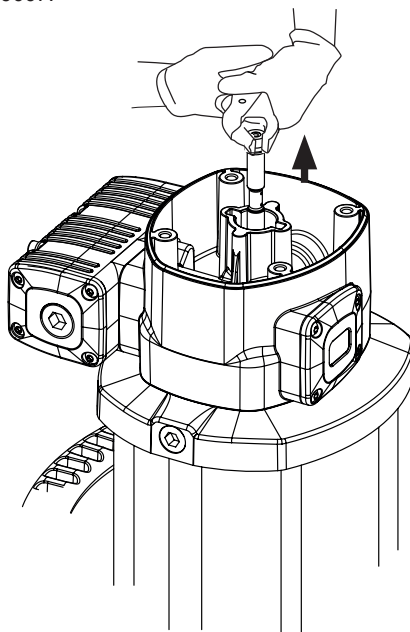

Рис. 7a
1. Отвинтить болты (2) и снять крышку (3).
2. Отвинтить гильзу датчика (4).
3. Зажав щипцами гайку (5), вытянуть шток (39) так, чтобы вышла наружу его центральная расточенная часть (рис. 7a). Затем другими щипцами зажать шток (39) в области расточки для предотвращения повреждения поверхности уплотнения и отвинтить гайку (5) (рис. 7b).
4. Снять уплотнительное кольцо (6) и кольцо (7). При сборке заменить их на новые.
5. Отвинтить болты (56). Снять корпус двигателя (13) с фланцем (36).
6. Снять крышку инвертора (9) и заменить на ней уплотнения (8) и (10).
7. Отвинтить болты (37) и отсоединить мотор (13) от фланца (36). Снять шайбу (32) и заменить уплотнение (8).
8. Аккуратно удерживая пневматический поршень (46), снять цилиндр (51). Заменить уплотнение поршня (45).
9. Выполнить сборку деталей в обратном порядке. При сборке нанести на винты (37), гайку (5) и гильзу датчика (4) закрепитель резьбы.